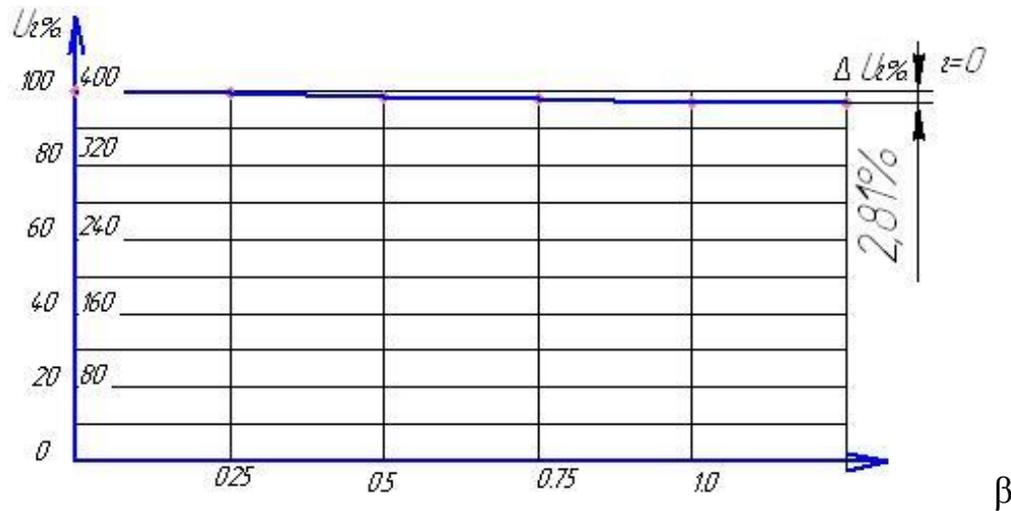

Рисунок 4.4 – График $U_2=f(\beta)$
7. Определим процентное изменение напряжения U_2 для заданного характера $\varphi_2 = 0$ и коэффициента нагрузки трансформатора β и построим его внешнюю характеристику (рисунок 4.4). $\cos \varphi_2 = \cos 0^\circ = 1$;
Строим зависимость $U_2 = f(\beta)$ (рисунок 4.4)